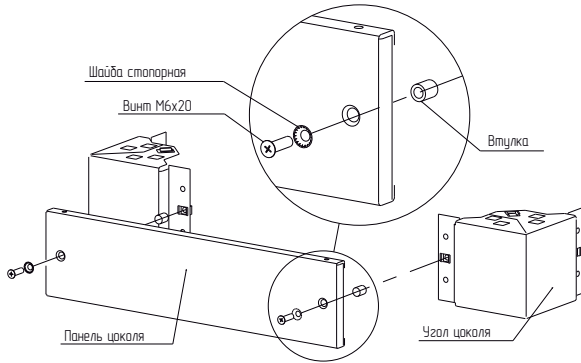

Рисунок 2
- 4.1.3 Вставить в панель цоколя два винта М6×20 со стопорной шайбой и втулкой на каждом винте (рисунок 2) и закрепить панель цоколя на углах цоколя. Момент затяжки – 4 Н·м.